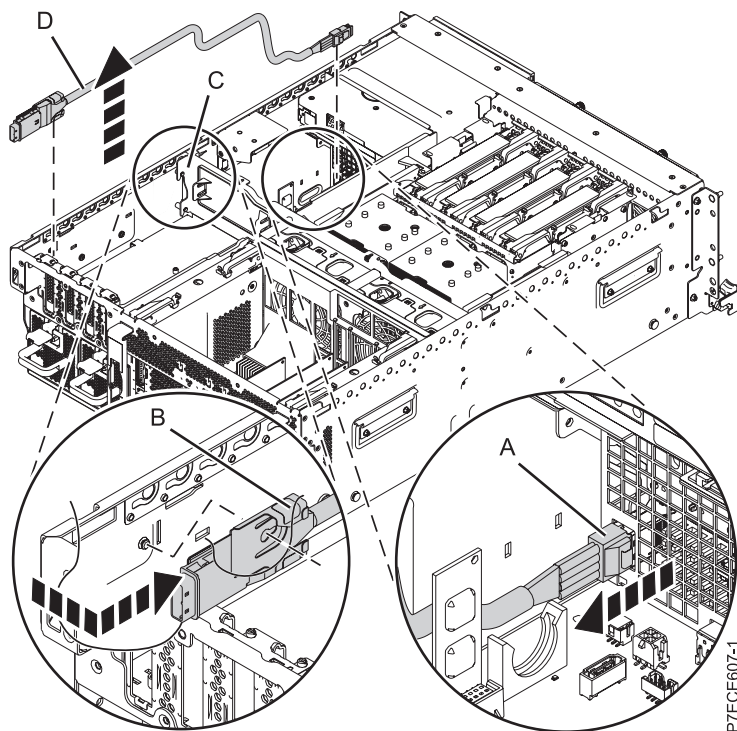

Figure 28. Retrait du port SAS externe
9. Appuyez sur le taquet latéral et retirez le capuchon SAS (A) du port de connexion SAS externe sur le fond de panier de l'unité de disque (voir figure 28, à la page 50).
10. Enfoncez le port de connexion SAS vers le bas (B) puis sortez le câble SAS (D) du fond de panier système.
11. Retirez le câble SAS (D) du système en tirant à partir de l'équerre centrale (C).